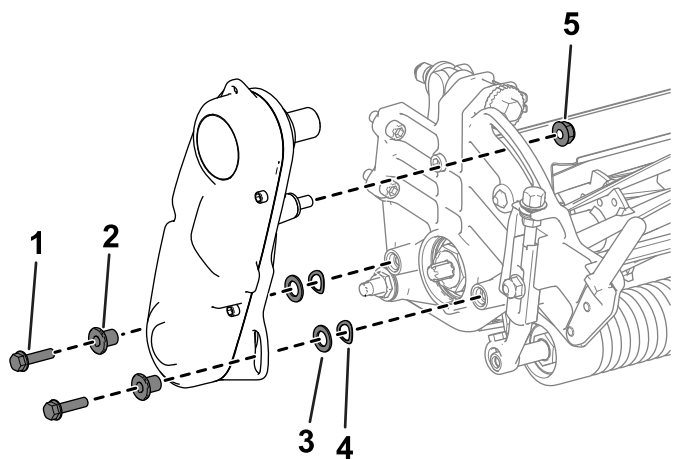

Figure 12
1. Retirez les fixations qui maintiennent le système d'entraînement du cylindre sur la plaque latérale (Figure 12).
2. Déposez l'entraînement du cylindre, les rondelles plates, les rondelles élastiques et les entretoises de la plaque latérale (Figure 12).